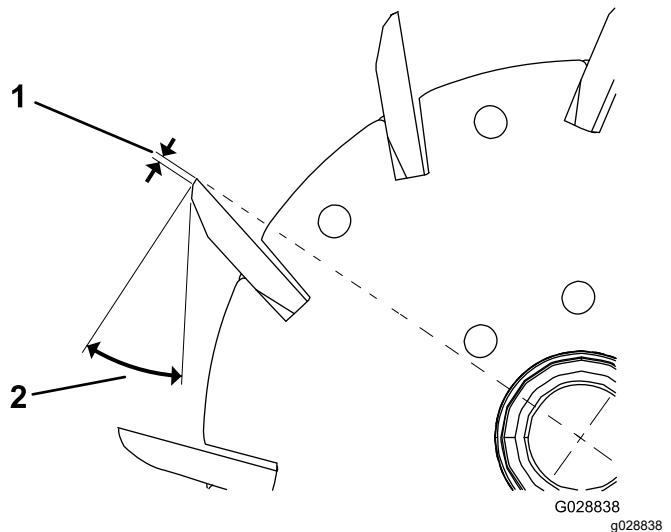
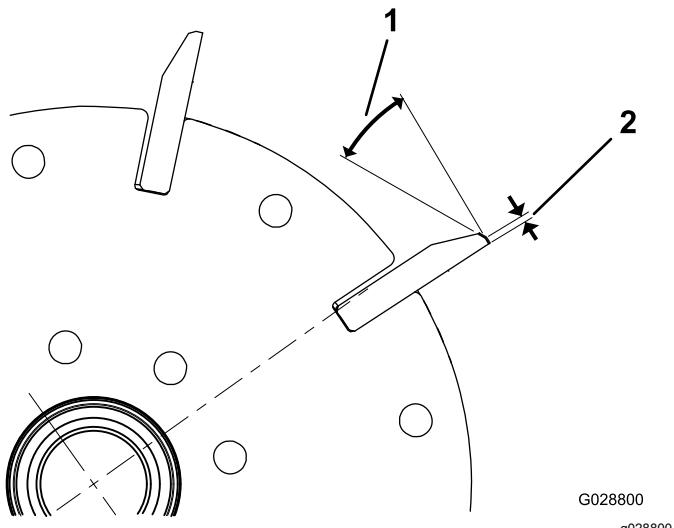

Bild 35
Bild 34
1. Führen Sie einen Hinterschliff von 30° auf alle Messerspindeln aus, bis die Kante 1,3 mm breit ist (Bild 34 und Bild 35).